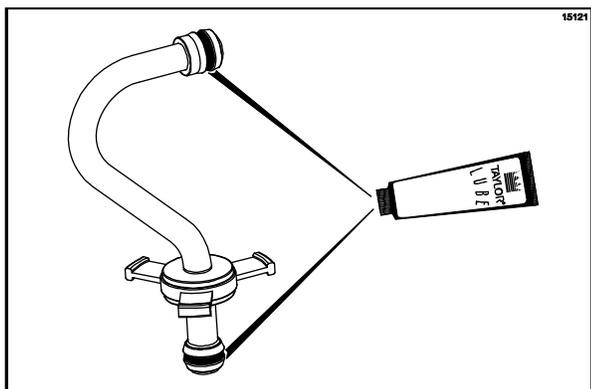

图 153
11. 在奶浆进料管的每一端安装一个红色止漏圈，并充分润滑。（见图 153。）